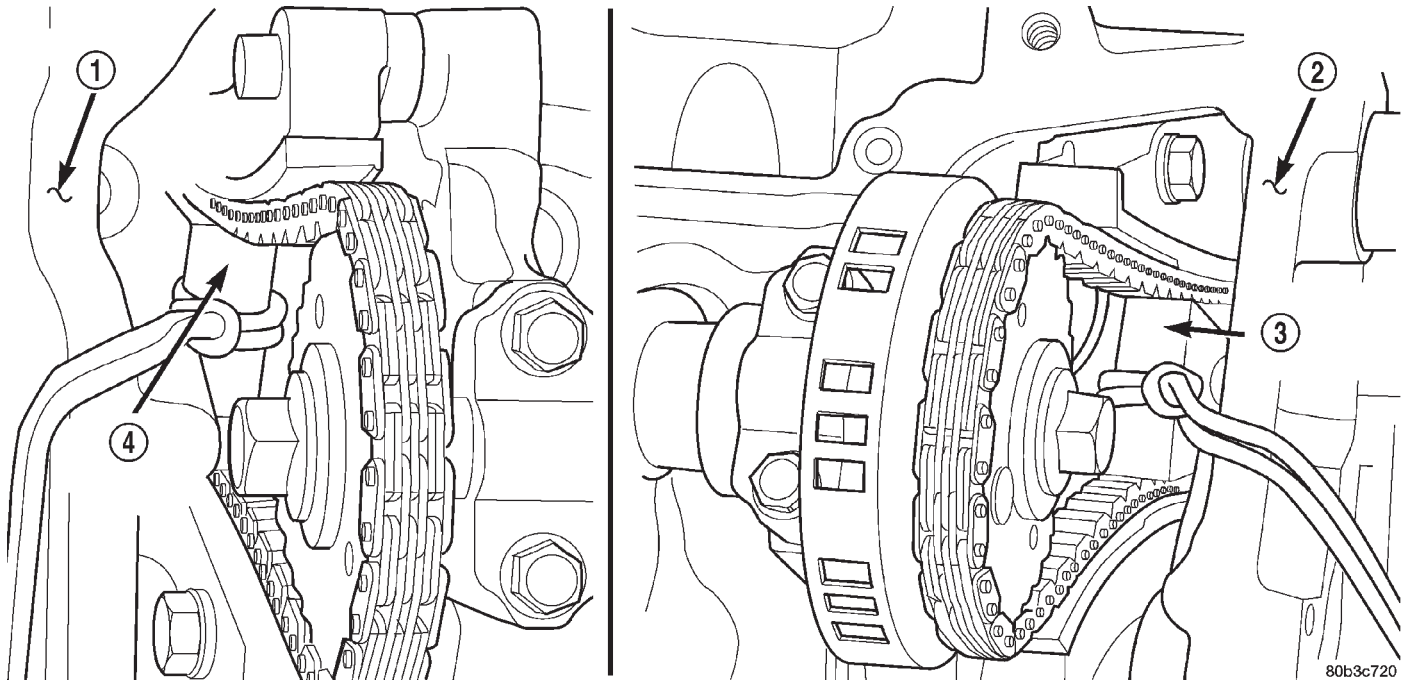

Abb. 92 Spannvorrichtungen der Steuerkette mit Hilfe des Kettenkeils sichern
(5) Spezialwerkzeug 8350 zwischen den Kettensträngen ansetzen und fest eintreiben, damit die Steuerkette sicher gegen den Spannhebel und die Kettenführung verkeilt wird (Abb. 92).
(8) Überflüssiges Öl von der Nockenwellenradschraube entfernen, dann die Befestigungsschraube des Nockenwellenrads eindrehen und mit Handkraft festziehen.
(9) Spezialwerkzeug 8350 (Steuerkettenkeil) abnehmen (Abb. 92).